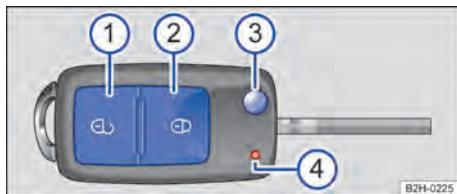

Fig. 15 Chave do veículo.
Legenda para Fig. 15:
A luz de controle → Fig. 15 ④ pisca na chave do veículo quando o botão é pressionado. Se ela não se acender, é necessário trocar a bateria botão (denominação usual: bateria) da chave do veículo → Página 33.
Se os botões da chave do veículo → Fig. 15 ou um dos botões do travamento central → Página 33 forem acionados repetidas vezes